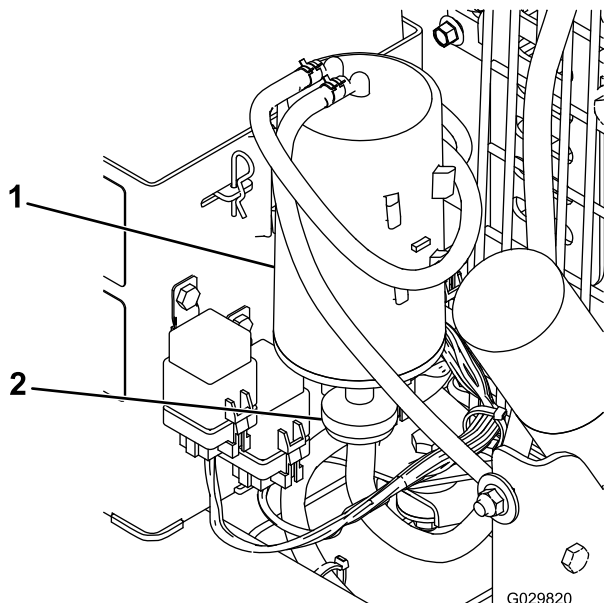

Figure 17
2. Déposez et mettez au rebut le filtre à air à charbon actif (Figure 17).